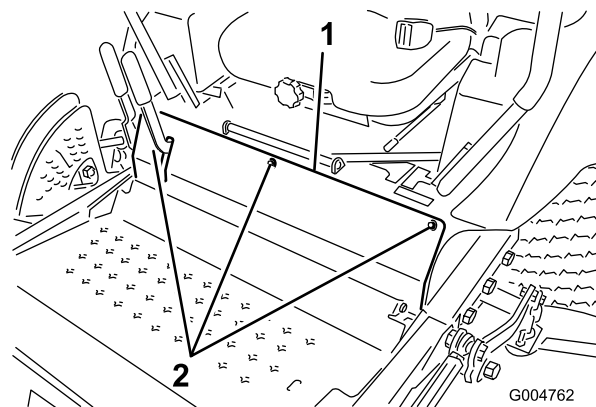

Figura 65
3. Retire os parafusos que fixam o painel dianteiro e retire o painel (Figura 65).